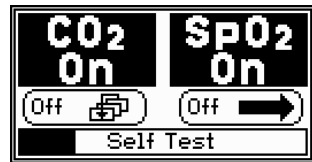

Abbildung 4:
6. Während das Überwachungsgerät seine internen Teilsysteme prüft, wird der Selbsttestbildschirm angezeigt (siehe Abbildung 4). Bei diesem Test können Sie den Betrieb mit einem einzigen Parameter definieren. Auf diese Option können Sie auch über das Menü *Einrichtung* zugreifen (siehe Kapitel *Grundfunktionen* in dieser Gebrauchsanweisung).